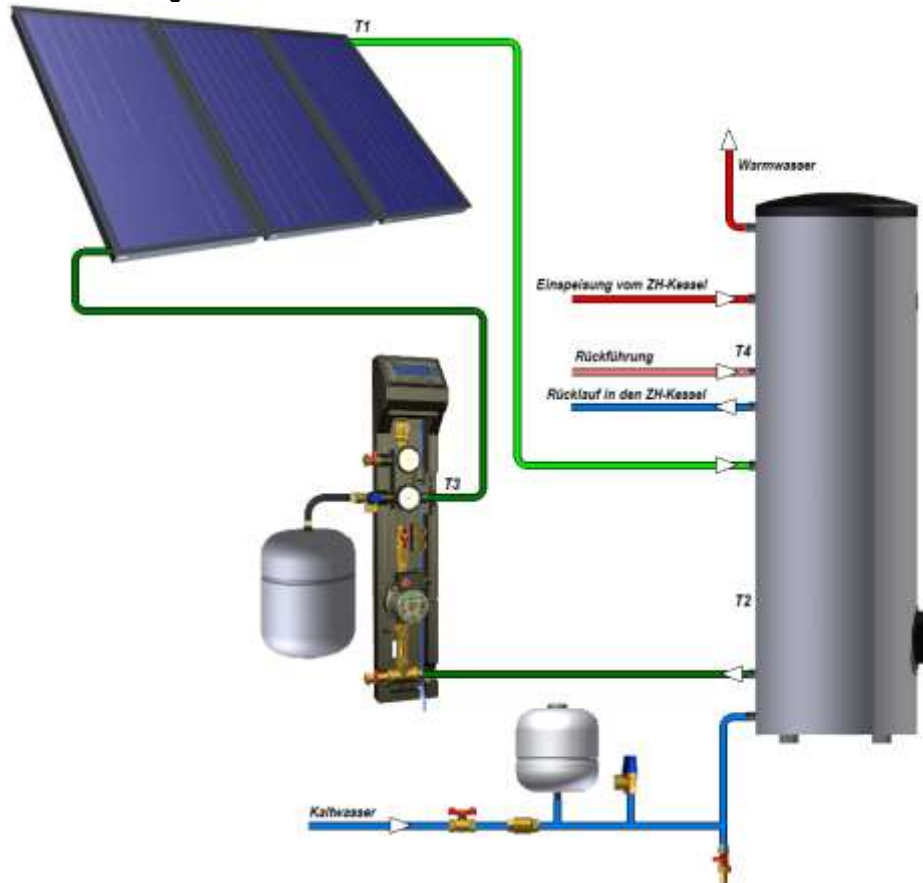

Abb. 3
- Die ZPS-Einheit an Sonnenkollektoren, an den Erhitzer sowie an Membrangefäß gemäß dem obigen Schaltbild der Anlage (**Abb. 3**) hydraulisch anschließen.
- Den Kaltwasseranschluss gemäß dem obigen Schaltbild der Anlage (**Abb. 3**) herstellen.